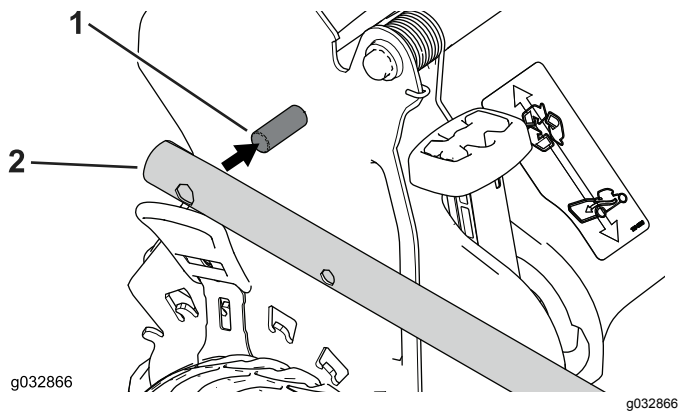

図 4
2. ハンドルの端部を芝刈り機のハウジングに差し込んで、ハンドルブラケットについているピンをハンドルの下端にある穴に入れる 図 4。